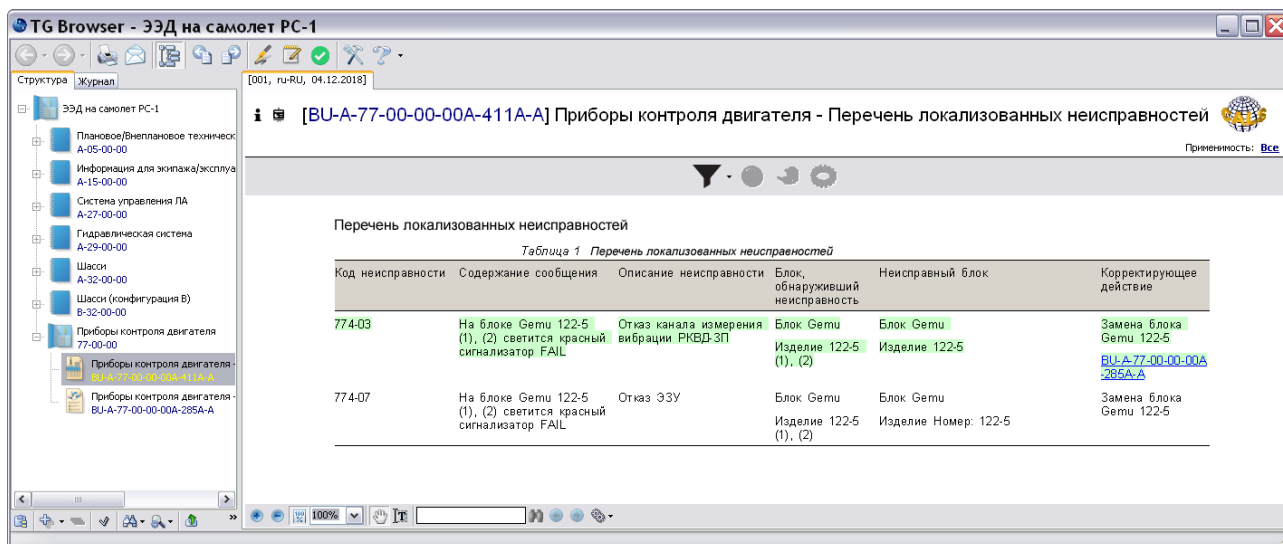

Рис. 142
2. На вкладке **Структура** выберите МД типа «Перечень локализованных неисправностей». В правом окне появится содержимое МД (Рис. 142).